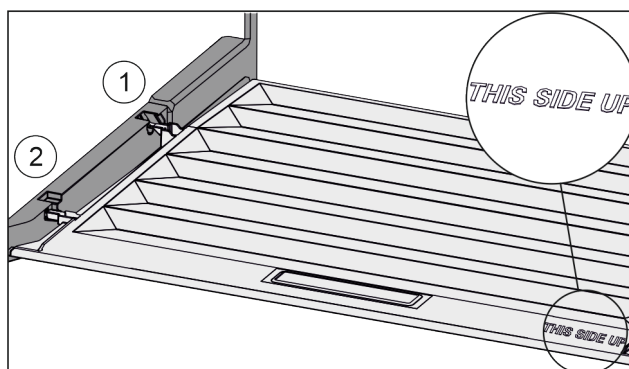

Fig. 40
- Вставити поперечні ребра через отвір заднього тримача Fig. 40 (1) і зафіксувати спереду у тримачі Fig. 40 (2).